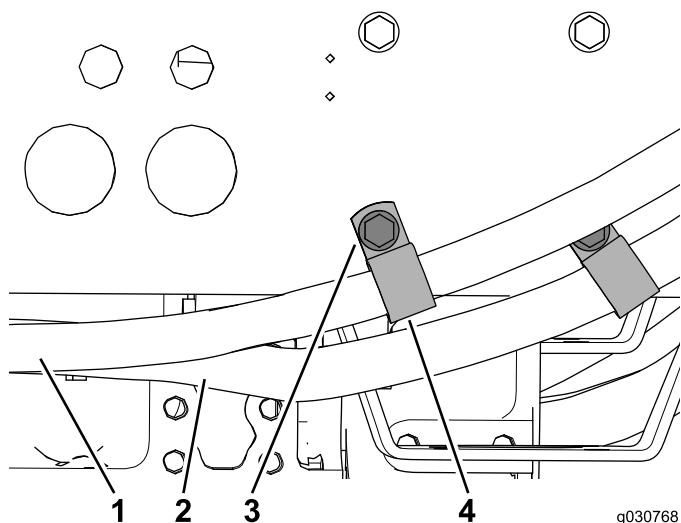

Рисунок 46
5. Установите по одному R-образному хомуту на каждый шланг системы кондиционирования воздуха и прикрепите хомуты к раме машины с помощью двух имеющихся болтов (Рисунок 46).